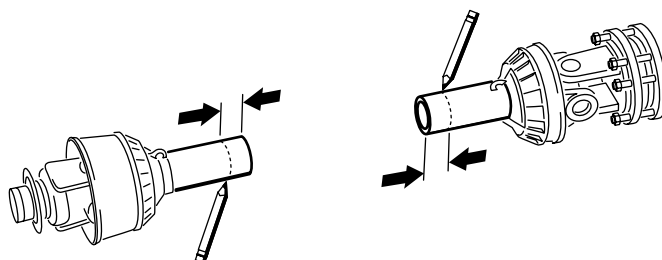
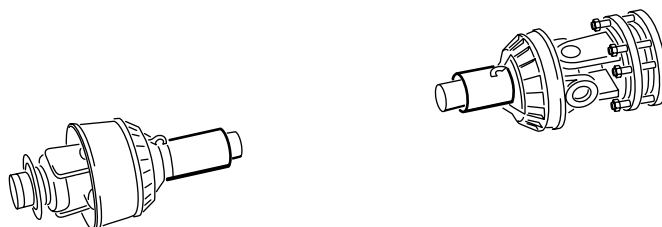

Figura 20
Figura 21
14. Usando le misure ricavate al punto 11, individuate, contrassegnate e tagliate dagli schermi di protezione la quantità sufficiente ad esporre i tubi (Figura 20 e Figura 21).